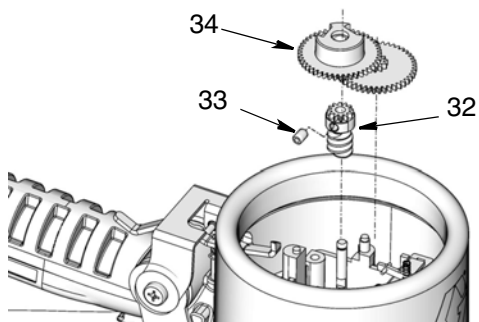

Рис. 32
2. Установите шестеренки (32, 34). Используйте торцевой гаечный ключ размером 2 мм, чтобы затянуть зажимный винт шестеренок (33). (Рис. 32).